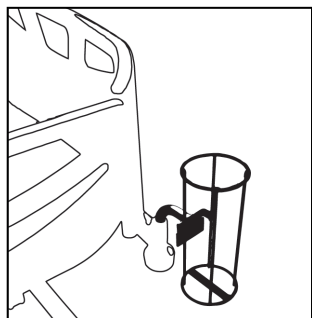
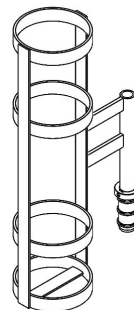

图 27 – 安装氧气瓶固定架 (MM006)
图 28 – 安装氧气瓶固定架 (MM061/MM062/MM063)
1. 将氧气瓶固定架插入头端附近的两个附件套管之一 (图 27, 图 28)。